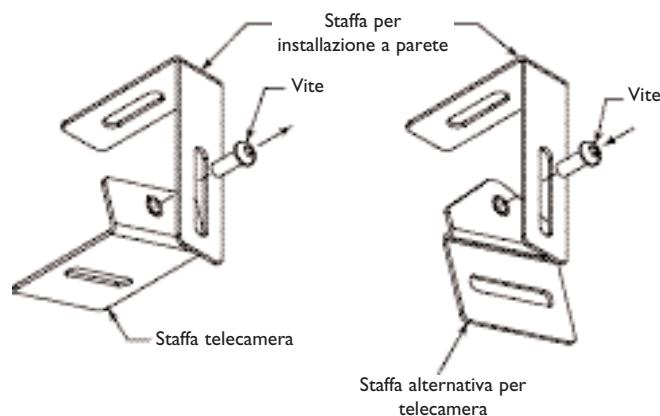

Figura 8 Staffa alternativa per telecamera
1. Se è necessario montare l'unità a parete in posizione orizzontale, rimuovere la staffa della telecamera dal sistema di staffe e fissare la staffa alternativa in dotazione con il kit degli attrezzi. Vedere **Figura 8**.